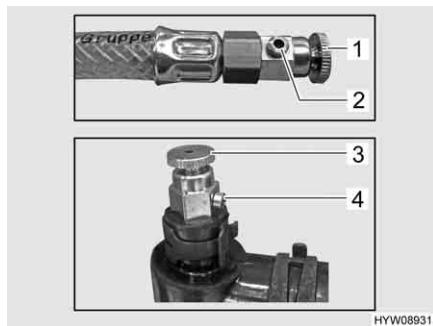

Fig. 177 Valvole di sfiato
- Aprire la valvola di sfiato (Fig. 177,1 o 3) e lasciarla aperta finché non esce più aria dall'apertura della valvola (Fig. 177,2 o 4).